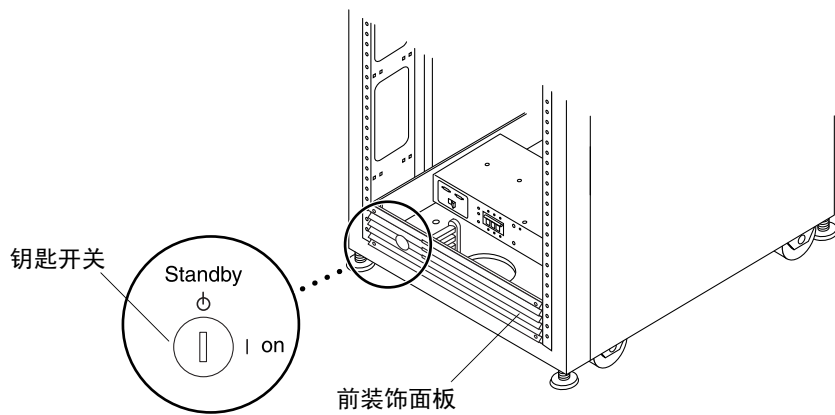

图 3-1 钥匙开关在前面板底部的位置
1. 确认扩充机柜前面板底部的钥匙开关处于 **Standby**（待机）位置（图 3-1）。